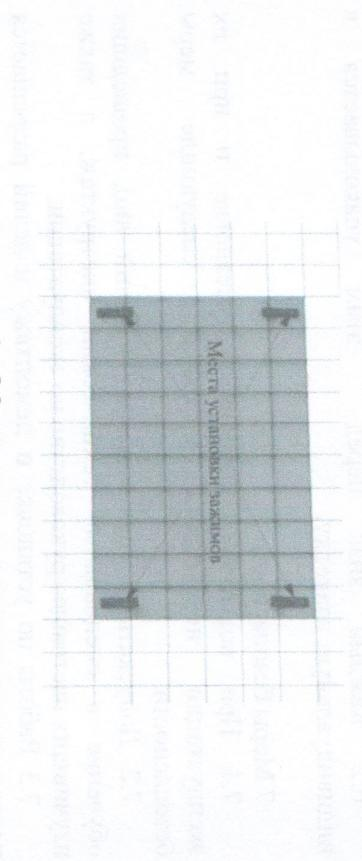

Рисунок 4 – Места установки зажимов.
- 9.1.2 Установить зажимы и закрепить их с помощью заклепок (рисунок 4,5).